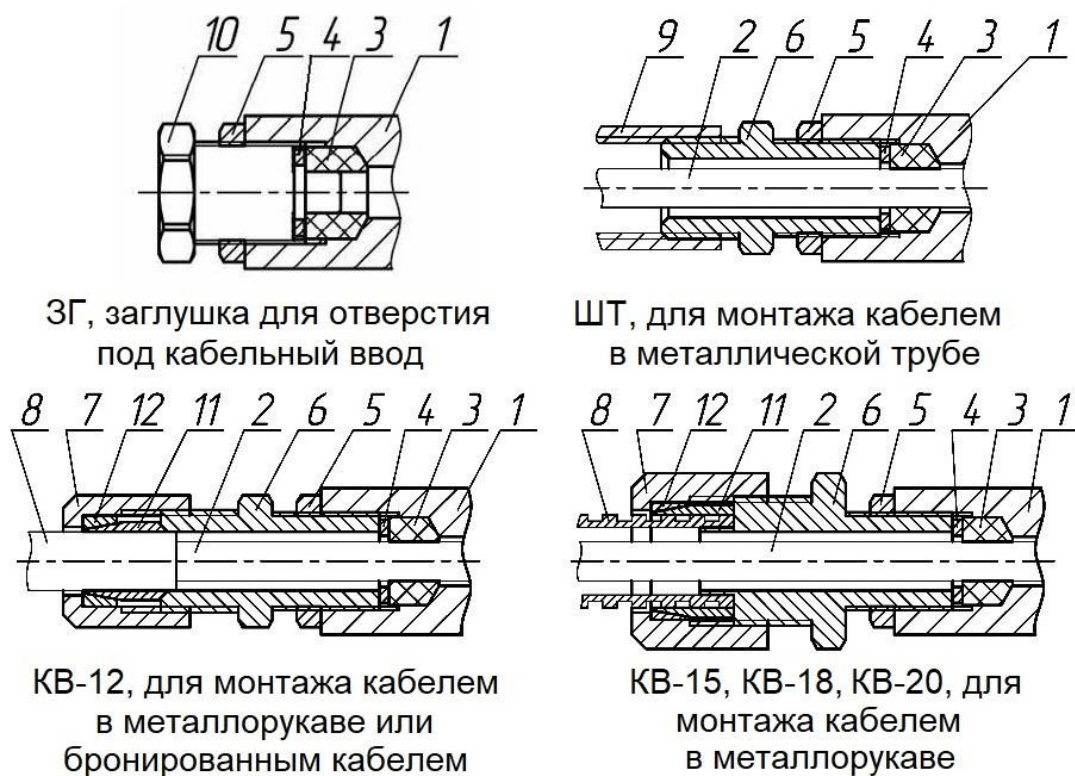

Рисунок 12 – Вводные устройства с одинарным уплотнением
3. Кабельные вводы (в комплект не входят, по отдельному заказу) – вид кабельных вводов выбирается по таблице №4, рис. 12, 13.